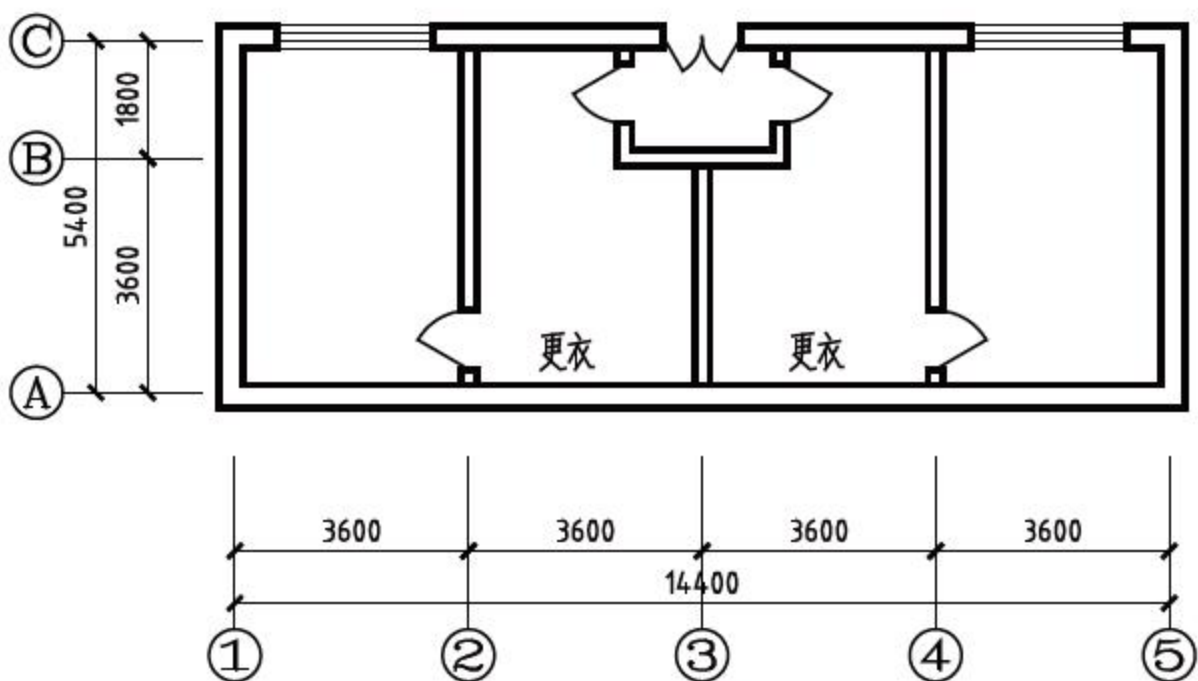

图7-89 打开素材
(1) 单击快速访问工具栏中的【打开】按钮, 打开本书配备资源中的“第7章\7.5 绘制浴室电气平面图.dwg”文件，如图7-89所示。